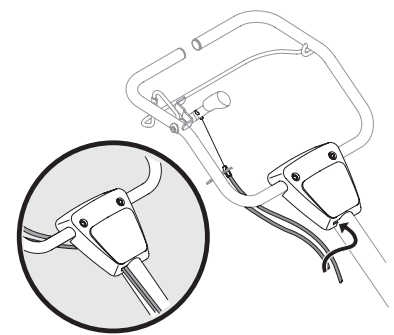

Figura 3
5. Calce los cables en las guías ubicadas en el panel de montaje de manija como se ve en la Figura 3.